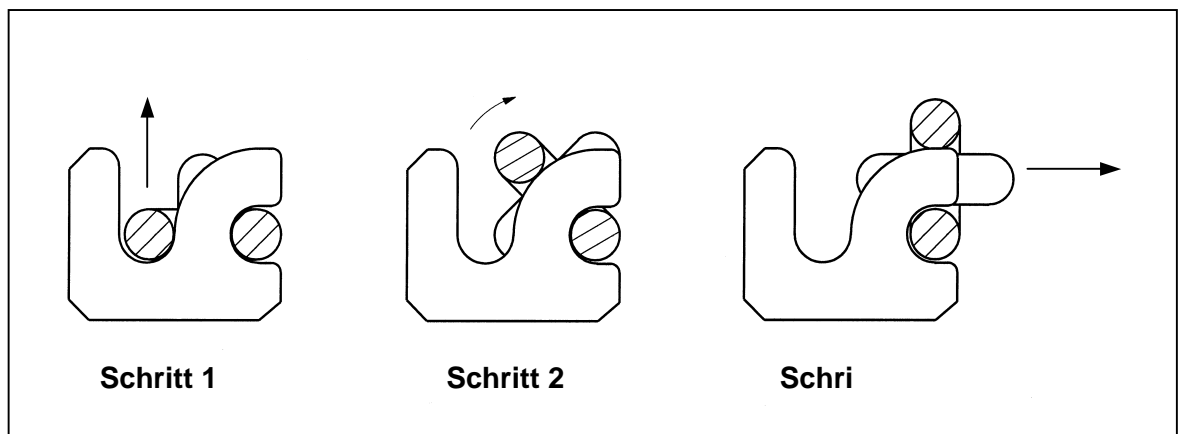

Bild 5
3. Kettenglied aus dem Mitnehmer/Kratzeisen ausschwenken (Bild 5).